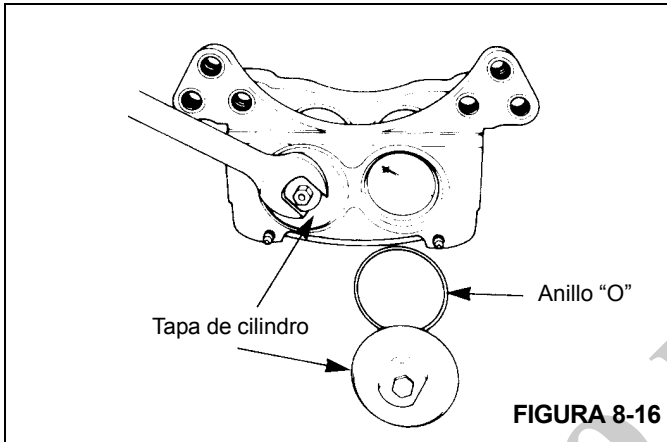

FIGURA 8-16
- 7. Retire las tapas del cilindro de la caja usando una llave de tuercas de boca. Retire y bote los anillos "O" (Figura 8-16).
2. Instale un anillo "O" nuevo y un anillo de respaldo nuevo en la ranura que está en la parte central de la cavidad. El anillo "O" se instala hacia el extremo exterior de la cavidad. El anillo de respaldo se instala hacia el extremo de los forros de la cavidad (Figura 8-16).